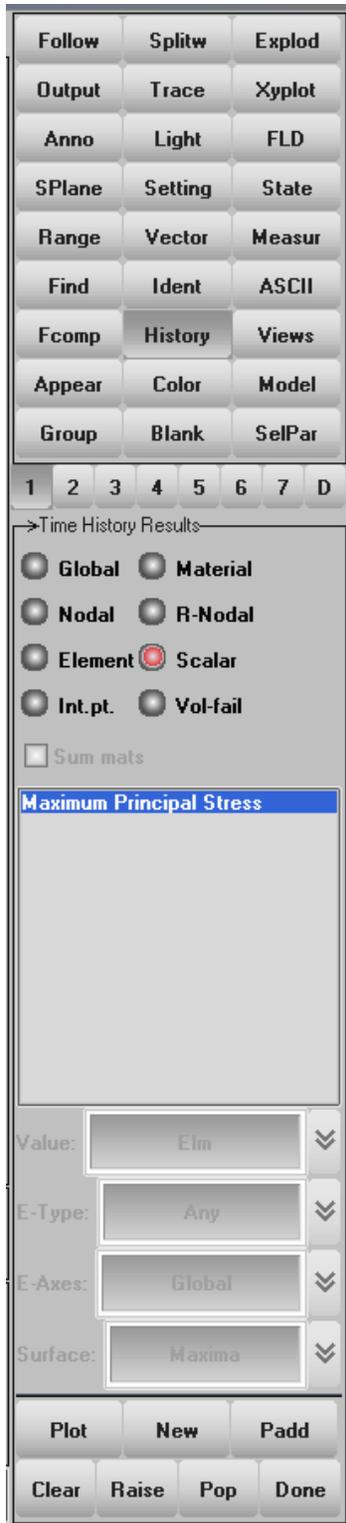
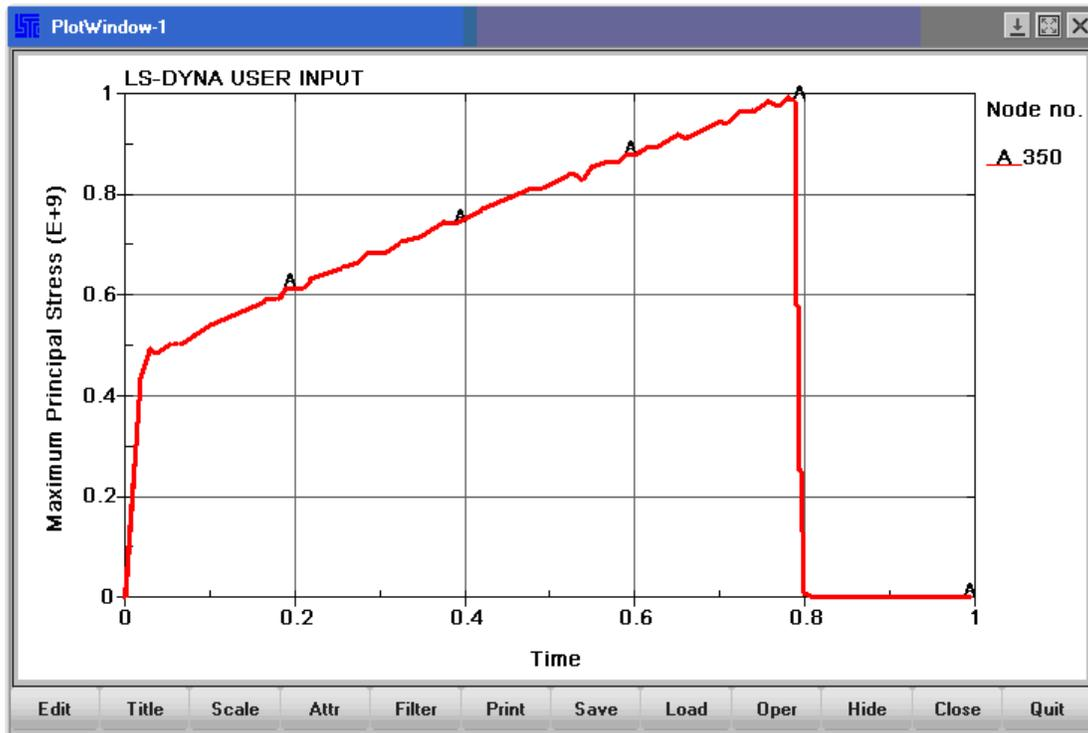

Рисунок 47. Выбор параметров для рисования графика изменения напряжений в узловой точке
Рисунок 49. График изменения первого главного напряжения на дне выточки
- Выбрать кнопку ***History*** (Рисунок 47).
- Из списка компонентов ***Scalar*** выбрать ***Maximum Prinsipal Stress*** (Рисунок 47).
- Нажать кнопку ***Plot*** (Рисунок 47, Рисунок 49).